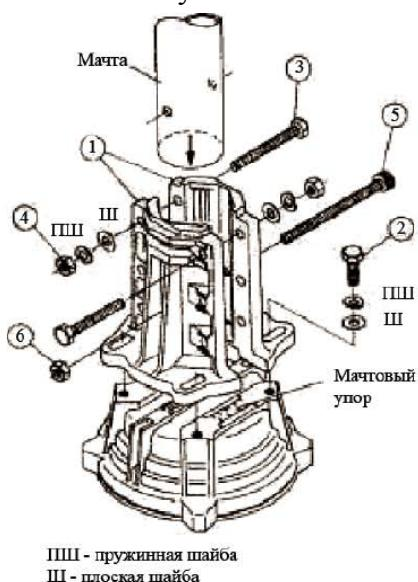

Рисунок 13
4. Слегка притяните мачтовый фиксатор (1) к корпусу поворотного устройства с помощью болтов M8 X 30 (2), пружинных и плоских шайб из комплекта поставки (см. рисунок 13).
5. С помощью мачтового крана либо другого подъемного приспособления, вставьте мачту сверху через втулку и установите ее в фиксаторах поворотного устройства. Затем слегка затяните мачтовые фиксаторы с помощью болтов M8 X 70 (3), пружинных и плоских шайб из комплекта поставки.
6. Вставьте винт M8 X 95 (5) из комплекта поставки в отверстия на мачтовом фиксаторе и сквозь мачту, затем слегка затяните его с помощью квадратной гайки (6) из комплекта поставки.